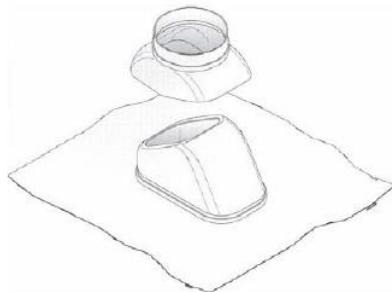

Рис. 12
d) Переходник для покатой крыши (с возможностью регулировки) Ø 125 мм (Рис. 12) (**7006901417**)